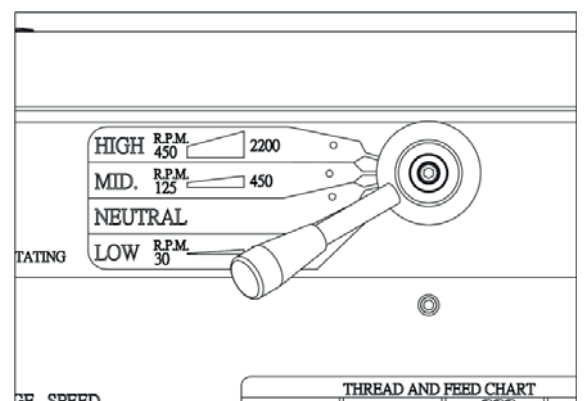

Fig. 16 Levier de vitesse poupée fixe
6. Poussez le levier de vitesse de la poupée fixe (figure 16) vers le bas, pour régler le niveau de vitesse le plus bas (30-125 tr/min).